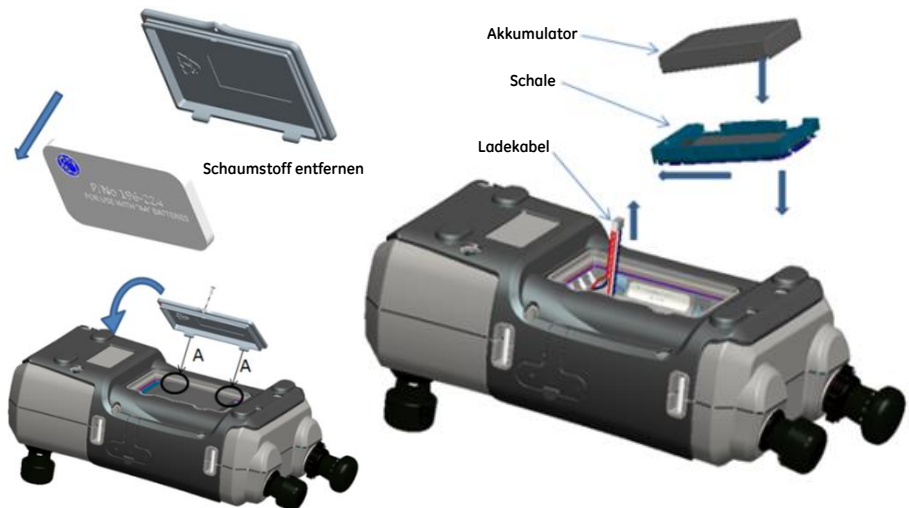

Abbildung 2: Akkupack einsetzen
6. Bringen Sie die Batteriefachabdeckung wieder an. Schließen Sie das Batteriefach, indem Sie die Vorsprünge an der Abdeckung (A) schräg in die Schlitzte einsetzen. Ziehen Sie dann die Befestigungsschraube fest. (Siehe Abbildung 2).